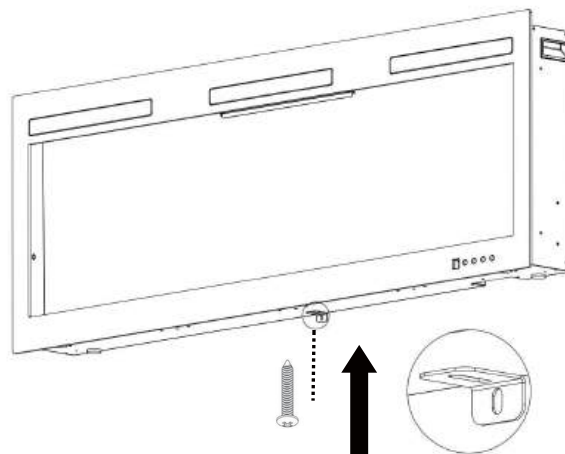

Fig 4-2
B. A l'aide de la vis enlevée précédemment, fixer le support en L (fourni) au bas de la boîte de foyer (**Fig. 4-2**).